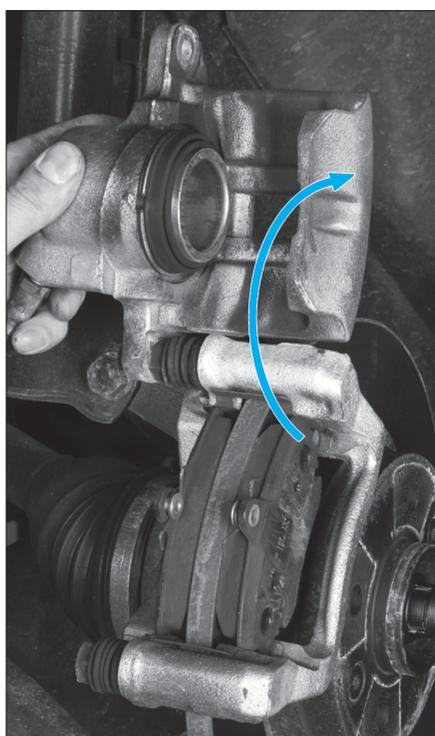

Fig. 3
- Pivoter l'étrier vers le haut (Fig.3).